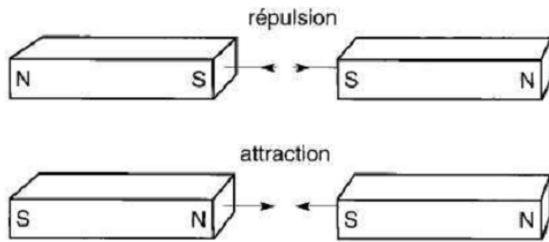

Figure 4 : Loi de la répulsion et de l'attraction
Si l'on approche les pôles nord (N) des deux aimants de la Fig. 12-3 l'un vers l'autre, on constate qu'ils se repoussent. On observerait la même répulsion entre les deux pôles sud (S) (figure 4).